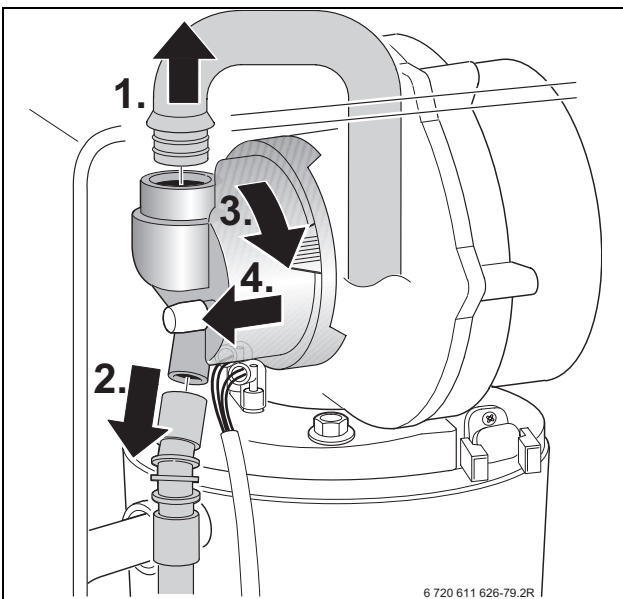

Рис. 47
- ▶ Витягнути всмоктуючий патрубок та газову трубку зі змішувача, (→ рис. 47).